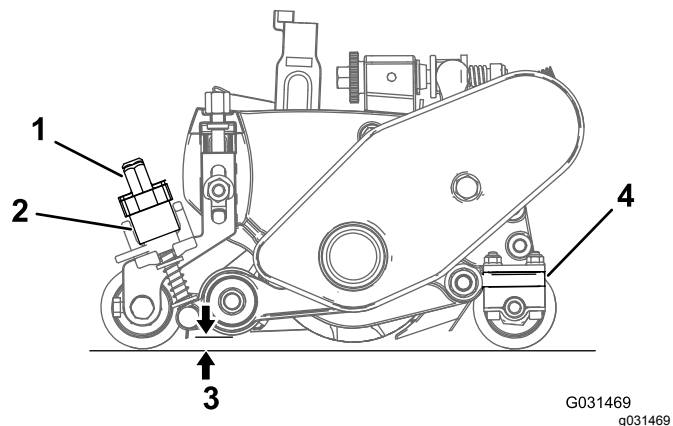

Figure 26
- A. Tournez les leviers de levage rapide (Figure 26) à la position MARCHE (poignée vers l'avant de l'unité de coupe).
- B. À une extrémité du cylindre groomer, mesurez la distance entre la pointe la plus basse de la lame et la surface de travail (Figure 26). Tournez le bouton de réglage de la hauteur (Figure 26) pour élever ou abaisser la pointe de la lame de groomer à la hauteur voulue.